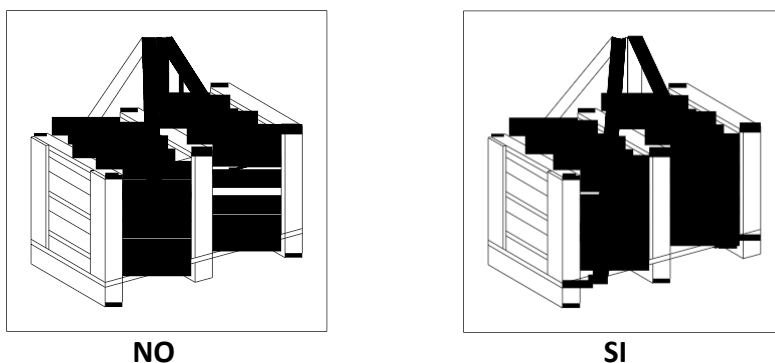

Fig.1
3.2 Normalmente la pompa (salvo accordi precedenti) viene fornita in una gabbia di legno per protezione dagli urti e non è portante, si raccomanda di non sovrapporre pesi superflui, non capovolgerle e sollevarle sempre dalla parte inferiore (fig.1). Evitare il contatto con l'acqua, proteggerle dalla pioggia, manovrare con gabbie bagnate è pericoloso potrebbero rompersi.